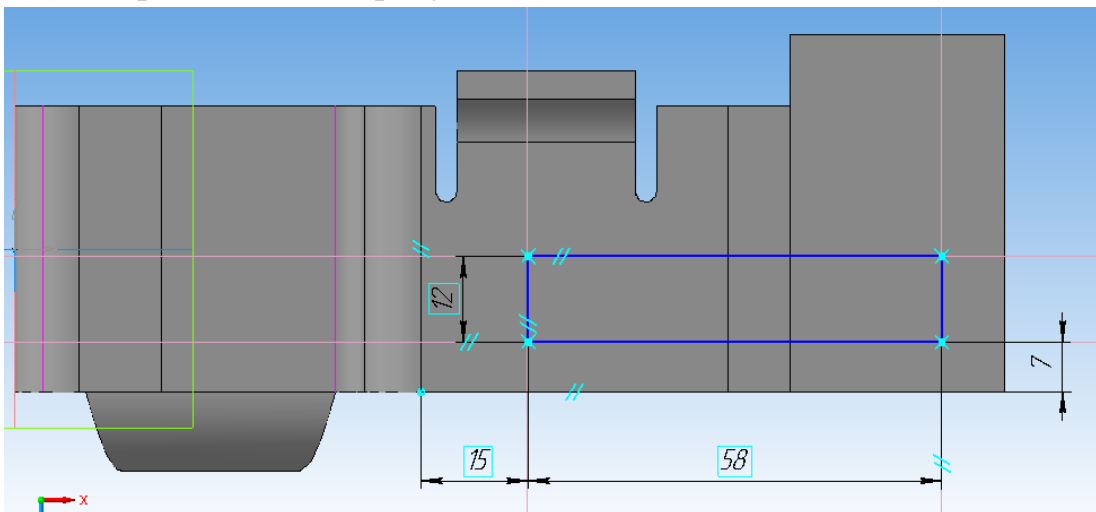

Рисунок 55.
2. Далее на эскизе построим прямоугольник (контур будущего выреза). Закрывать «Эскиз» (рисунок 55).